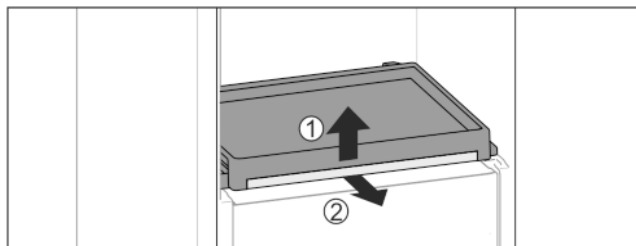

Fig. 36
- Sortir la bordure télescopique avec la tablette : Soulever légèrement la tablette par l'avant Fig. 36 (1) et la sortir vers l'avant Fig. 36 (2).